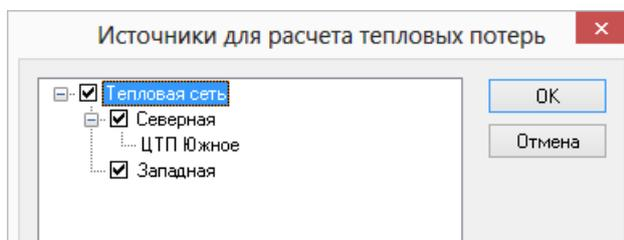

Рисунок 14.2. Выбор источника для расчета
3. Перейдите на вкладку Сервис и нажмите кнопку Расчет тепловых потерь. Откроется диалог выбора источников для расчетов (см. Рисунок 14.2, «Выбор источника для расчета»);